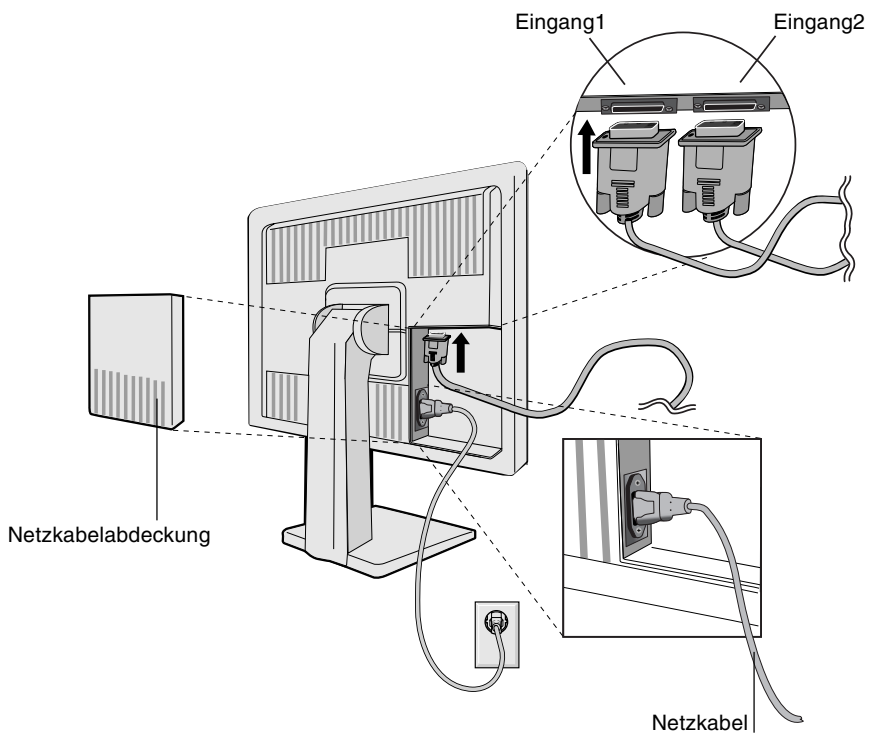

Abbildung C.1
3. Entfernen Sie die Anschlussabdeckung. Stecken Sie den Mini-D-SUB-Stecker (15 Stifte) des Signalkabels in den Anschluss auf der Rückseite des Monitors ein. Verlegen Sie das Signalkabel (**Abbildung C.1**).
4. Stecken Sie ein Ende des Netzkabels auf der Rückseite des Monitors und das andere Ende in die Steckdose ein (**Abbildung C.1**). Bringen Sie die Anschlussabdeckung wieder an.